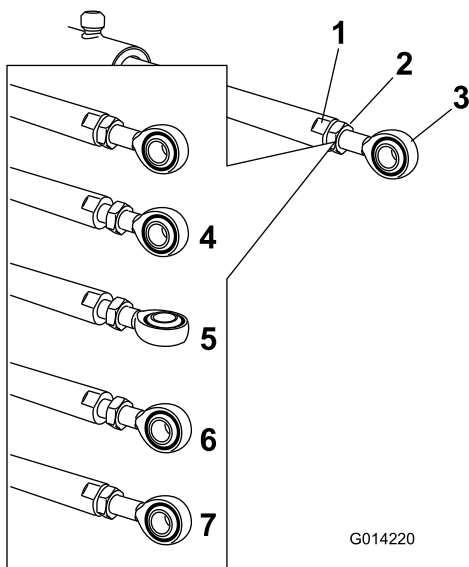

Figure 93
5. Placez une clé sur les méplats de la tige de vérin pour l'immobiliser, puis desserrez l'écrou de blocage pour pouvoir manipuler la tige à œillet (Figure 93).
6. Tournez la tige à œillet dans la tige du vérin pour raccourcir ou allonger le vérin déployé à la position voulue (Figure 93).